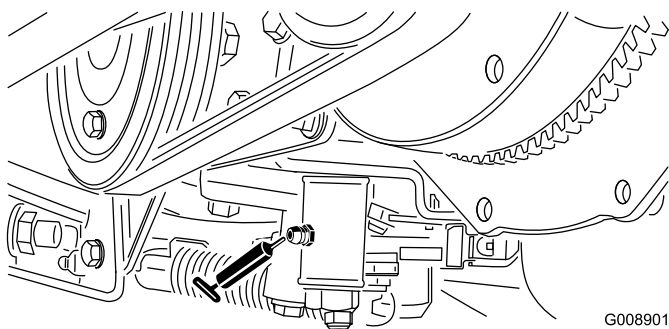

Figura 38
- Mecanismo de ajuste do ponto morto (Figura 38)